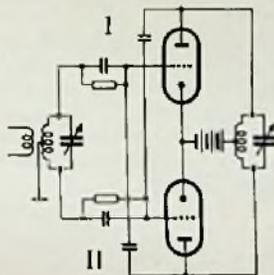

Bild 9. Neutralisation von c_{ga} bei einer Gegentakt-Schaltung
In Gegentaktschaltungen ist eine solche Neutralisierung relativ einfach durchzuführen. Man entnimmt, wie Bild 9 zeigt, die notwendige Neutralisierungsspannung für das Gitter (I) der Anode (I) und umgekehrt.